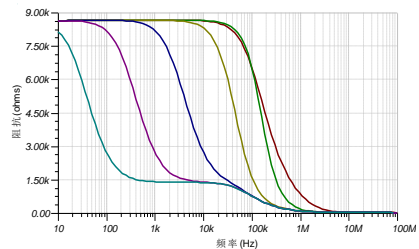

图 115 设置 AC 传输特性参数
② 显示在不同的 C_e 电容情况下的频率特性：执行【分析|交流分析|交流传输特性】菜单命令，在 AC 传输特性参数对话框中，设置如图 115 所示的参数，频率分析范围：10Hz 至 100MHz；扫描类型：对数；图表：振幅。单击【确定】按钮，得到如图 116 所示的 $C_e=1\text{nF}$ 、100nF、...100uF 下的输入阻抗曲线图。